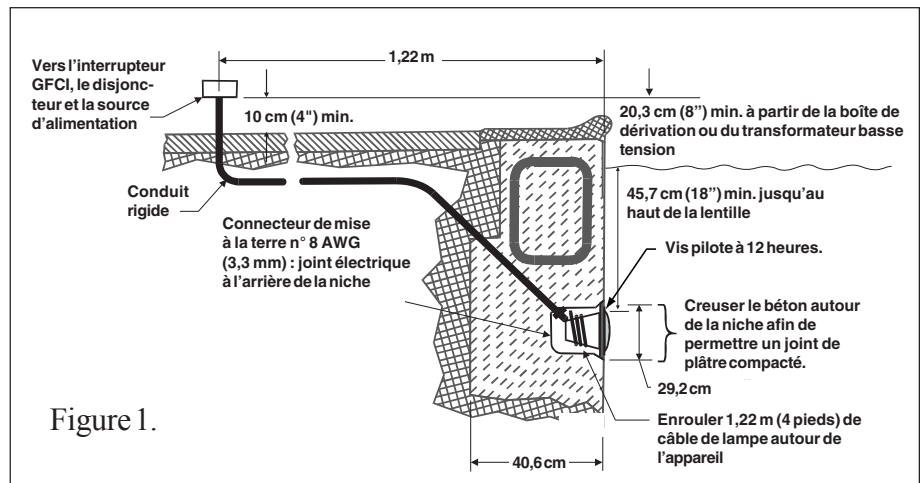

Figure 1.
A. Avant que l'appareil d'éclairage ne puisse être installé, l'électricien devra procéder aux préparatifs suivants (cf. figure 1 ci-dessous).
- b. La boîte de dérivation (ou, pour les modèles de 12 volts, le transformateur basse tension) est située à au moins 20,3 cm (8 pouces) au-dessus du niveau du sol et à au moins 1,22 m (48 pouces) du bord de la piscine (cf. figure 1 ci-dessous).
- d. La niche submersible doit être installée convenablement, de telle manière que le trou de la vis soit à 12 heures et que le rebord supérieur de la lentille du luminaire soit à une profondeur d'au moins 45,7 cm (18 pouces) au-dessous de la surface de l'eau dans la piscine (cf. figure 1 ci-dessous).
- e. La niche immergée comporte des joints électriques appropriés et est convenablement reliée à la terre au moyen du connecteur de terre n° 8 AWG (3,3 mm) situé à l'arrière de la niche (cf. figure 1).
1. Acheminer le cordon à travers le conduit jusqu'à la boîte de dérivation en laissant au moins 1,22 m (4 pieds) à enrouler autour de la lampe au niveau de l'appareil d'éclairage (cf. figure 1). Ce mètre vingt-deux permet de procéder au remplacement de la lampe une fois la piscine remplie d'eau.
- d. La niche immergée est correctement installée de manière à ce que le bord supérieur de la lentille de la lampe soit à au moins 45,7 cm (18 pouces) au-dessous de la surface de l'eau dans la piscine (cf. figure 1 ci-dessous).
5. Laisser au moins 1,22 m (4 pieds) de cordon à enrouler autour de la lampe (cf. figure 1). Ce mètre vingt-deux permet de procéder au remplacement de la lampe une fois la piscine remplie d'eau.